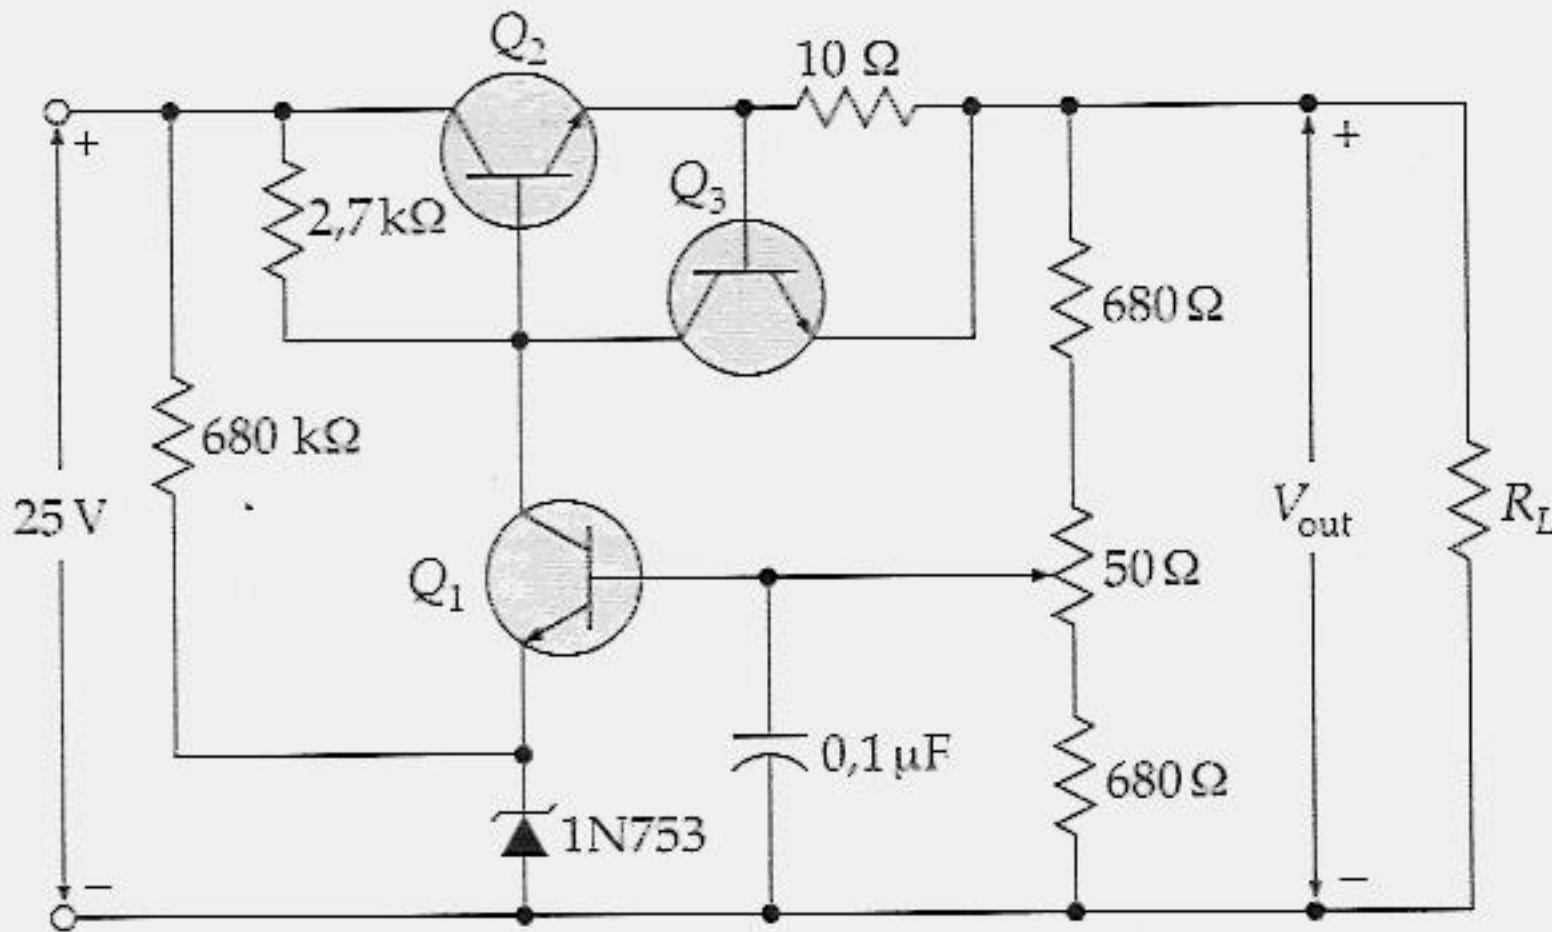

Figura 23.30
- 23.4 Na Figura 23.30, o cursor do potenciômetro está no centro de sua faixa. Qual a tensão de saída do regulador? Qual a corrente de carga no momento em que se inicia a limitação de corrente?
- 23.5 Qual a resistência de carga mínima no circuito da Figura 23.30 no momento em que se perde a regulação?
- 23.6 Qual a dissipação de potência do transistor de passagem no momento em que o resistor de carga for curto-circuitado no circuito da Figura 23.30?
23.21 No circuito da Figura 23.30, a corrente com a carga em curto-circuito é de aproximadamente 7 mA. Qual das seguintes possibilidades é o defeito?